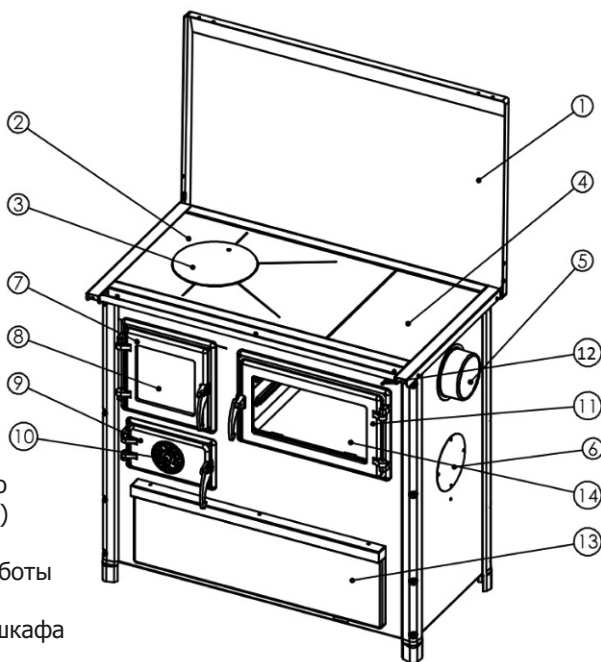

Рисунок 1
Верхняя поверхность: стальная рама , стальной варочный настил (Рисунок 1,позиция 2), с круглой вставной частью – конфоркой.
С плитой поставляется стальной дымоотводный патрубок (Рисунок 1,позиция 5), который монтируется при помощи четырех винтов к боковым сторонам.
(Рисунок 1):
- дверцу зольного ящика оставьте открытым до появления стабильного огня, после закрытия интенсивность горения регулируйте с помощью регулятора подачи воздуха ( рисунок 1, позиция 10);
- при добавлении топлива, приоткройте дверцу( рисунок 1,позиция 7) на несколько градусов, подождите 4-5 секунд и только после этого медленно откройте до конца. Не открывайте дверцу быстро, т.к из плиты могут выпасть искры огня.
Регулятором тяги в плите Вы регулируете температуру, мощность и скорость сгорания топлива (Рисунок 1, позиция 10).